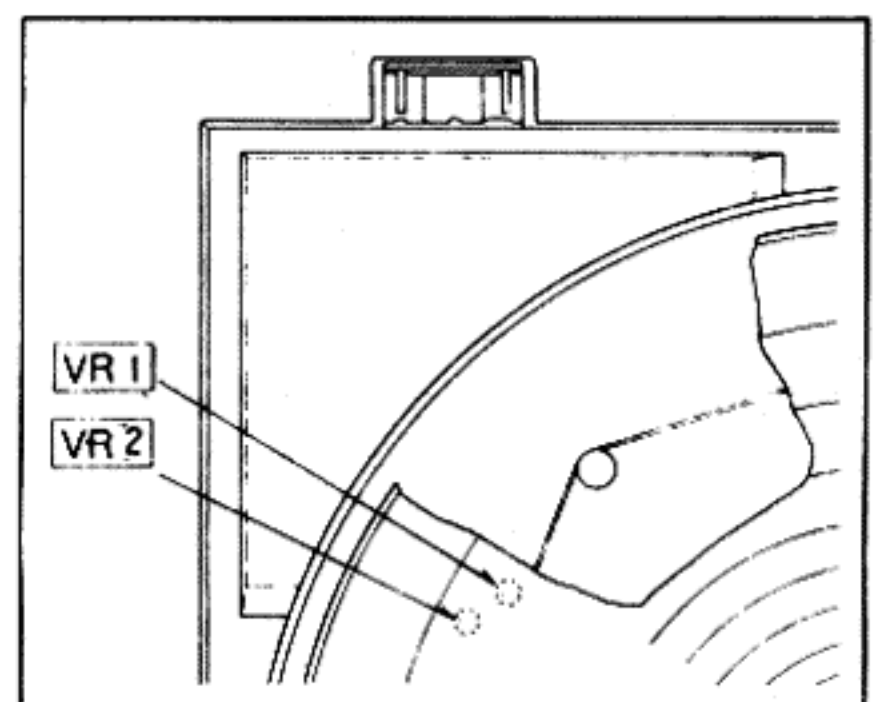

Fig. 17
2. As the more simple method, it is also possible to adjust VR1 and VR2 by removing the turntable mat. (Fig. 17)
2. Eine einfach mögliche Methode besteht darin, VR1 und VR2 nach Entfernen des Plattenteilerauflage zu justieren. (Abb. 17)
2. Comme méthode plus simplifiée, il est possible aussi d'ajuster VR1 et VR2 en retirant la platine. (Fig. 17)
2. Como un método simple, es posible también ajustar VR1 y VR2, removiendo el plato giradiscos. (Fig. 17)